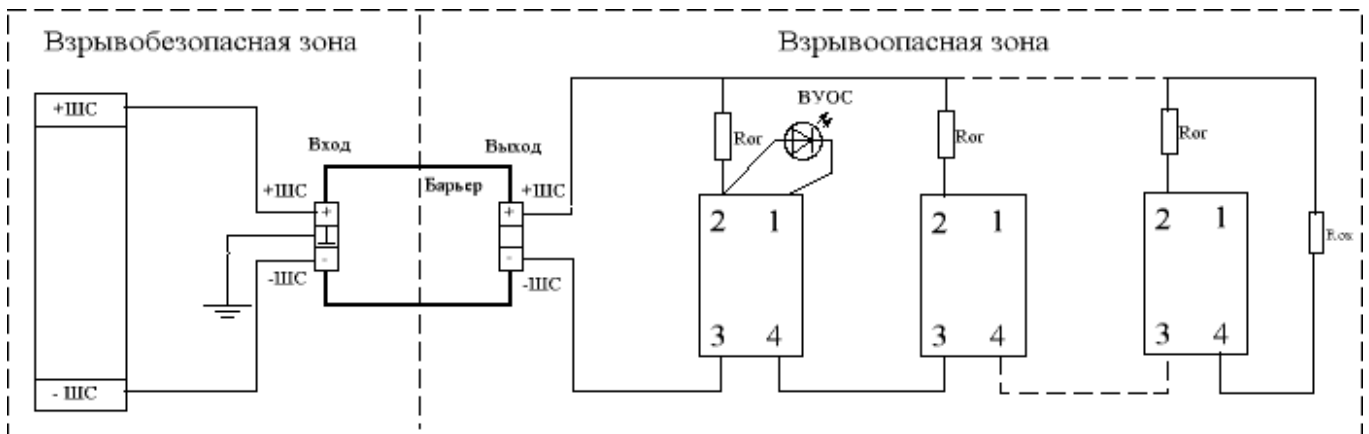

Рис. 3. Схема подключения извещателей двухпроводным шлейфом с напряжением питания 24 В к приемно-контрольному прибору.
7.5 Схема подключения извещателей в двухпроводный шлейф пожарной сигнализации приведена на рис. 3.